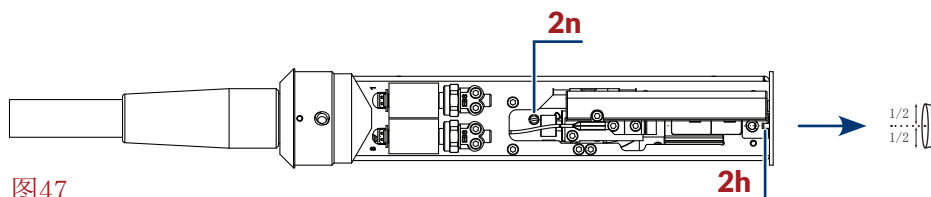
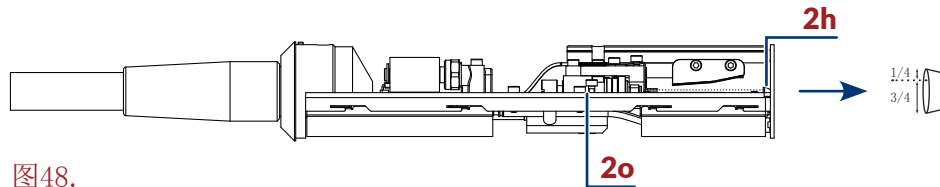

图47.
图48.
- 即使对喷头进行清洗后，墨线仍不能击中回收管 **2h**（见 图47 和 图48）
使用粗调将墨线调至回收管 **2h**（见 图47 和 图48）的方法：